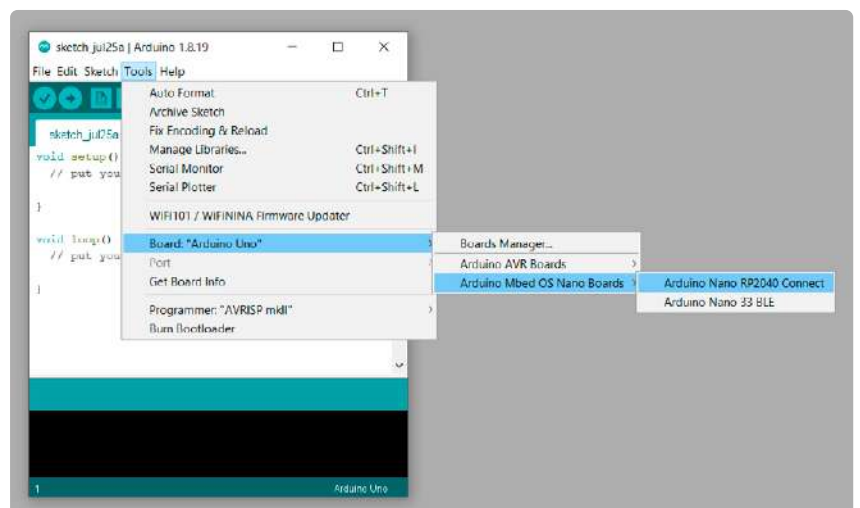

Figure 4. Avant d'essayer de télécharger quoi que ce soit sur la carte, assurez-vous de sélectionner la bonne carte (et son port série !).
3. Dans l'EDI, sélectionnez la carte Arduino Nano RP2040 Connect - voir **figure 4** (*Outils → Type de carte → Arduino Mbed OS Nano Boards → Arduino Nano RP2040 Connect*).